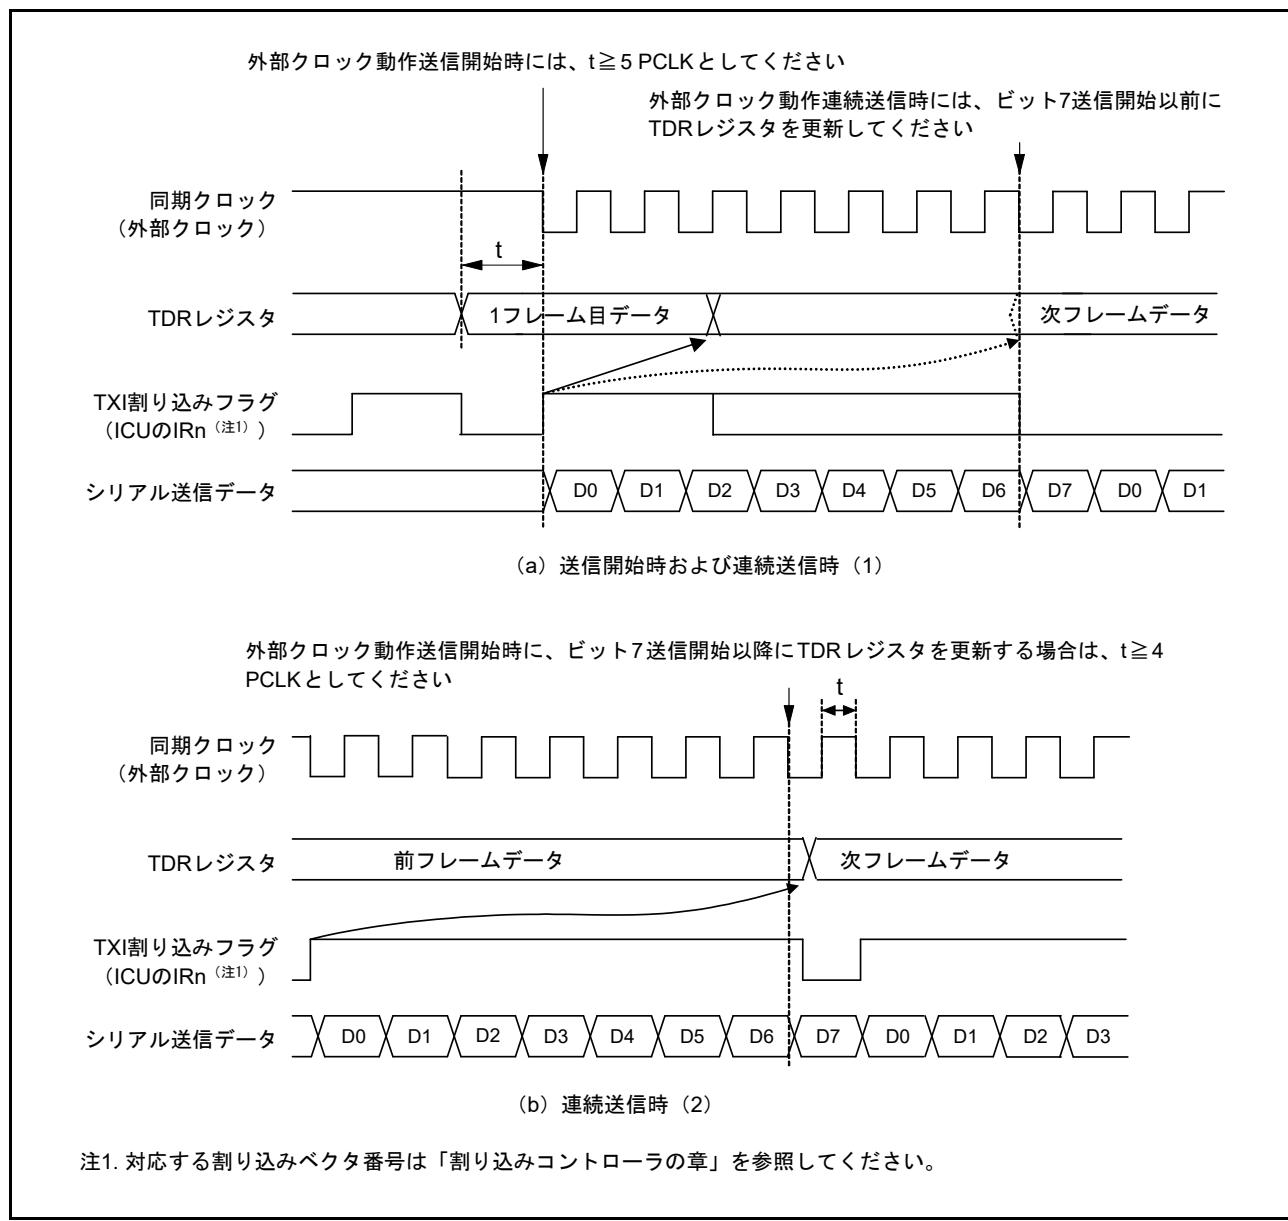

図 27.74 クロック同期式モード送信での外部クロック使用の制約事項
CPU または DTC による TDR レジスタの更新後、PCLK で 5 クロック以上経過した後に送信クロックを入力してください (図 27.74 参照)。
(2) 連続送信時
- (a) ビット 7 の送信クロックの立ち下がり以前に、TDR レジスタまたは TDRL レジスタに次の送信データを書き込んでください (図 27.74 参照)。
- (b) ビット 7 送信開始以降に TDR レジスタを更新する場合は、同期クロックが Low の期間に TDR レジスタを更新し、かつビット 7 の送信クロックの High 幅を、4 PCLK 以上にしてください (図 27.74 参照)。